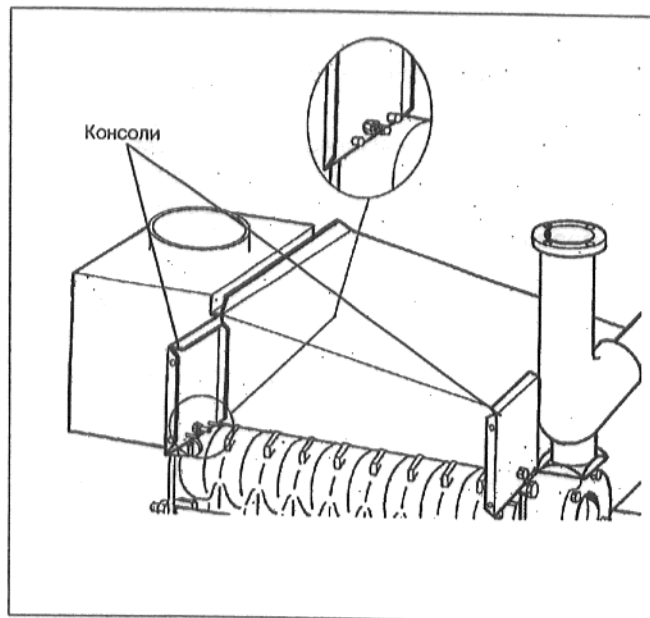

Рис. 25
- Установить 4 консоли (входят в комплект поставки обшивки) на 4 концевых секции (с внутренней стороны) с помощью винта (с напесованной шайбой и гайкой) (рис. 25, открытая сторона внутрь).